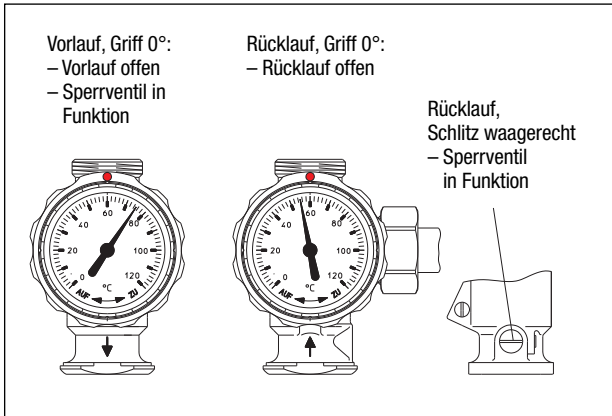

Bild 24: Position der Kugelhähne
- Kugelhähne und Schwerkraftbremse (1) und (2) stellen wie in Bild 24
- unter der Abblasleitung des Sicherheitsventils (9) temperaturbeständiges Auffanggefäß (13) stellen. Wird z.B. ein Solarkanister aus Kunststoff verwendet, diesen zum Teil mit Wasser füllen und Abblasleitung eintauchen lassen.